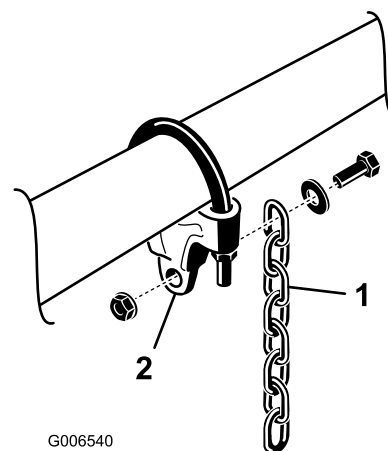

Bild 13
- Befestigen Sie eine Hubkette mit einer Schraube, Scheibe und Mutter an jeder Kettenhalterung, wie in Bild 13 abgebildet